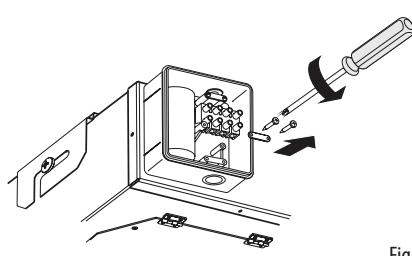

Fig. 16
2. Retirar la barra de abrazadera (Fig. 16).